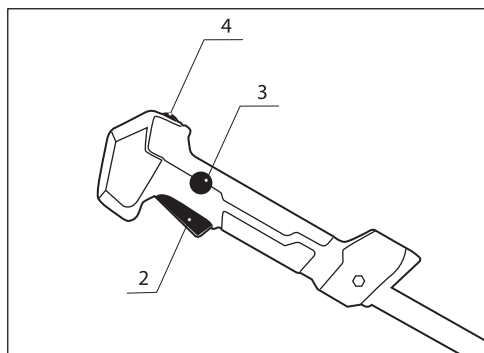

Рис. 8
1. Нажмите кнопку отключения блокировки (3), нажмите спусковой крючок (2) для запуска машины (рис. 8).
2. Отпустите спусковой крючок (2), чтобы остановить машину.